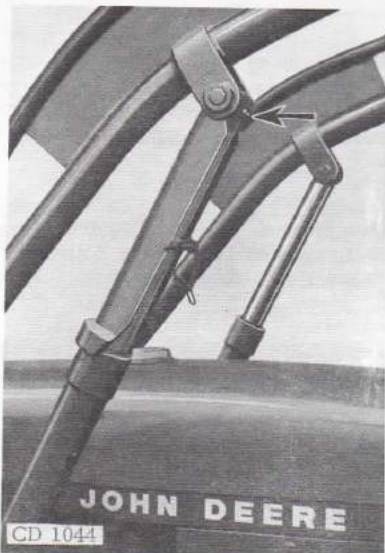

Fig. 22 - Dispositif de sécurité de maintien des bras en position haute
5. En position transport ou pour maintenir les bras en position haute, utiliser le dispositif de sécurité (fig. 22).
- 4 graisseurs des vérins de levage (fig. 22 et 27)